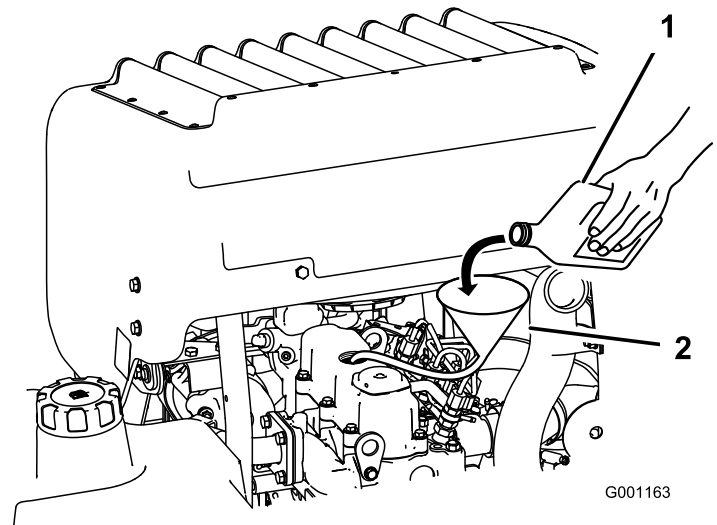

Bild 42
3. Verwenden Sie einen Schlauch und Trichter, wenn Sie Öl nachfüllen müssen (Bild 42).